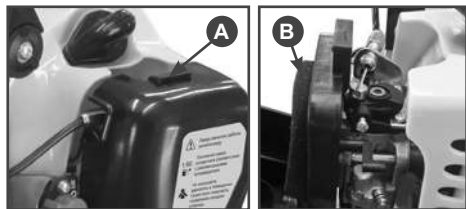

Рис.9 Снятие воздушного фильтра
1. Открутите барашковую гайку (А) и снимите крышку воздушного фильтра (Рис.9).